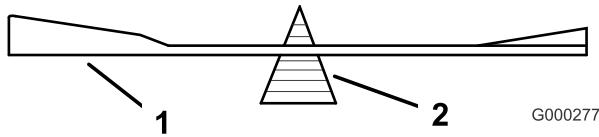

Figure 69
- Vérifiez l'équilibre de la lame en la plaçant sur un équilibrage (Figure 69). Si la lame reste horizontale,
elle est équilibrée et peut être utilisée. Si la lame est déséquilibrée, limez un peu l'extrémité de la partie relevée seulement (Figure 69). Répétez cette procédure jusqu'à ce que la lame soit équilibrée.